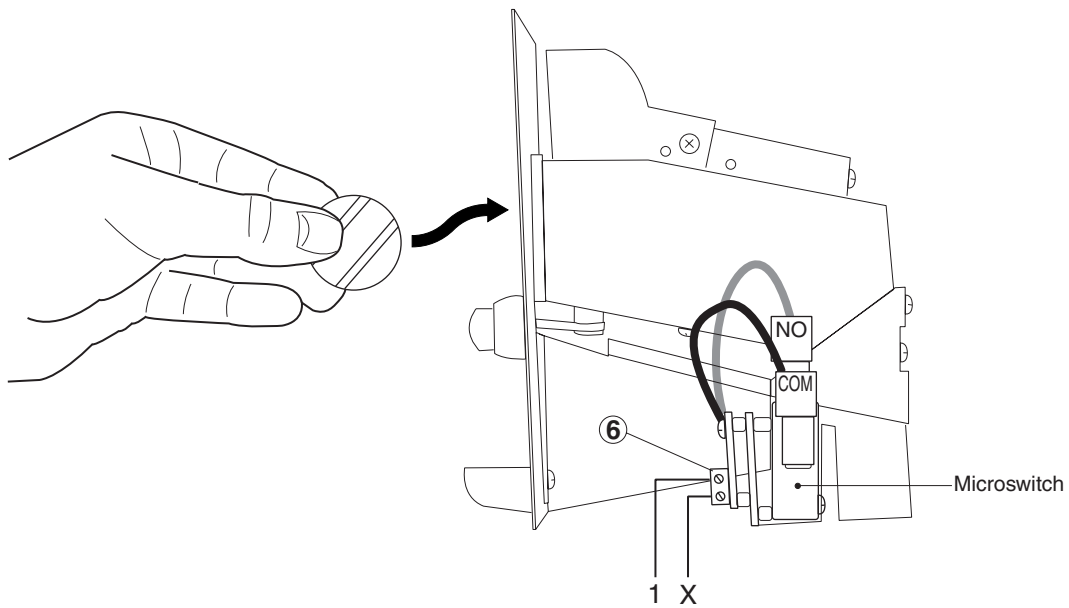

fig. 2
4. Collegamenti elettrici (fig. 2)
4. Electric connections (fig. 2)
4. Raccordements électriques (fig. 2)